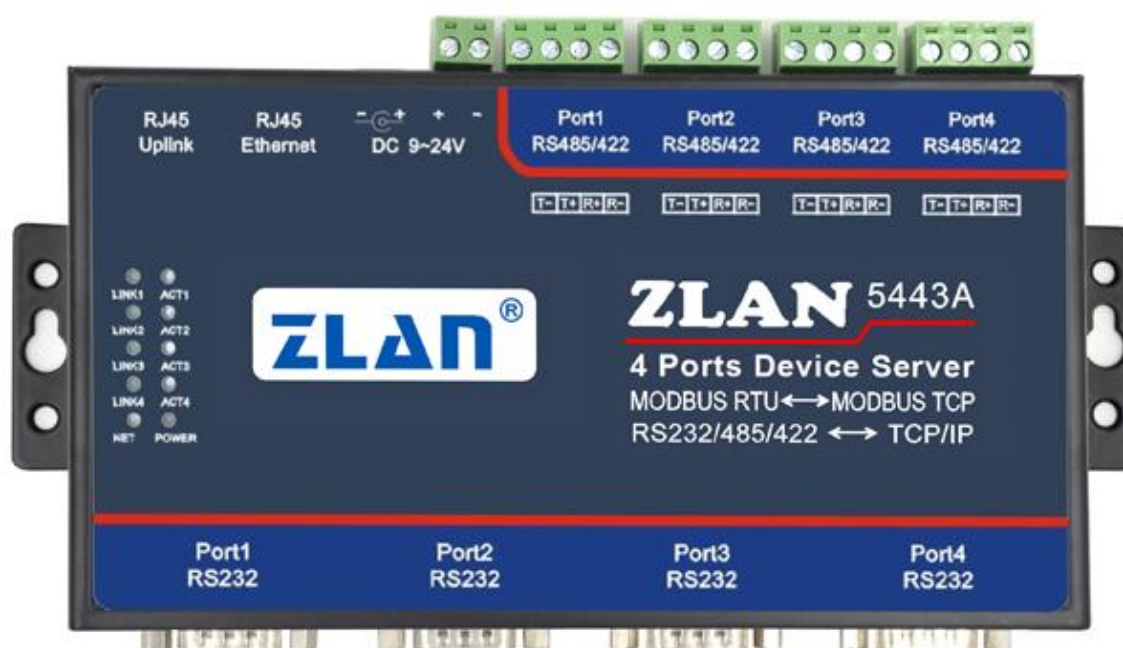

图 2 ZLAN5443A 正面图
ZLAN5443A 的正视图如图 2 所示。
- a) 485/422 串口：作为 485 使用时只需连接其中的 T+,T-，作为 422 使用时，应连接 4 根线。线序如图 2 所示。